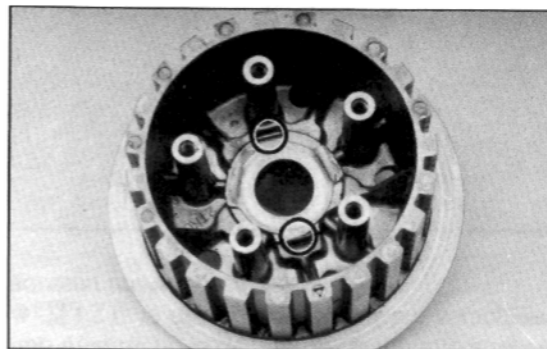

Bild 108
- Sicherungsblech an Zentramutter anlegen, siehe Bild 108.